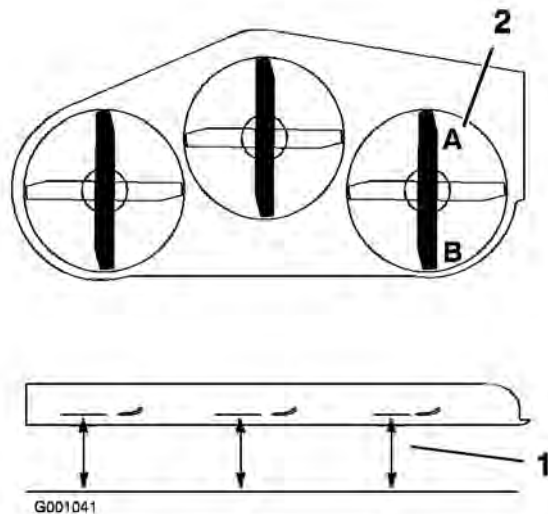

Figure 62
1. Tournez la lame droite dans le sens longitudinal (Figure 62).
2. Mesurez la distance au point **A** entre la surface plane et le tranchant de la pointe de la lame droite (Figure 62).
4. Mesurez la distance au point **B** entre la surface plane et le tranchant de la pointe de la lame droite (Figure 62).
6. La lame doit être plus basse de 6 à 10 mm (1/4 à 3/8 pouce) au point **A** qu'au point **B** (Figure 62). Si ce n'est pas le cas, passez aux étapes suivantes.